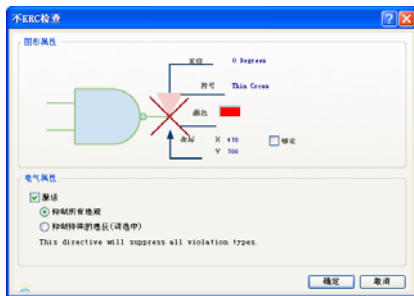

图 3-16 “不 ERC 检查”对话框
Step3 设置忽略 ERC 测试点的属性。在放置忽略 ERC 测试点的过程中，用户可以对忽略 ERC 测试点的属性进行设置。双击忽略 ERC 测试点或在光标处于放置忽略 ERC 测试点的状态时按 Tab 键，弹出如图 3-16 所示的“不 ERC 检查（忽略 ERC 测试点）”对话框。在该对话框中可以对忽略 ERC 测试点的颜色及位置属性进行设置。